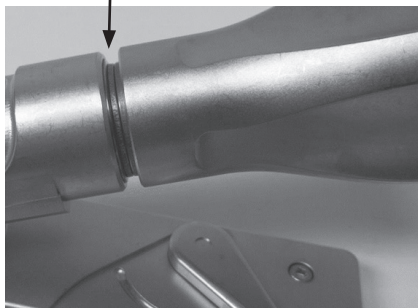

图 6 - 封闭压缩垫圈示例
3. 根据需要放置附属装置。顺时针旋转主手柄，直到压缩垫圈之间的空隙消失（如图 6 所示）。压缩垫圈之间的间隙消失说明达到了推荐索力，如下图所示。